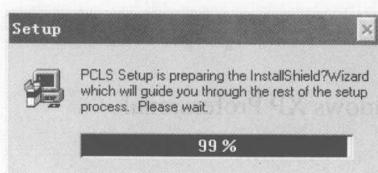

图 1-3 “Setup”对话框
- (3) 单击“Next”按钮，弹出如图 1-3 所示的“Setup”对话框，准备安装向导 Wizard，指导其余的安装过程。